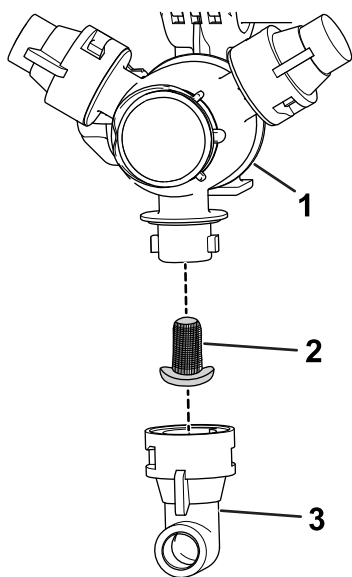

Figure 57
2. Déposez la buse de la tourelle de pulvérisation (Figure 57).
3. Déposez le filtre de buse (Figure 57).
5. Montez le filtre de buse (Figure 57).
6. Montez la buse sur la tourelle de pulvérisation (Figure 57).